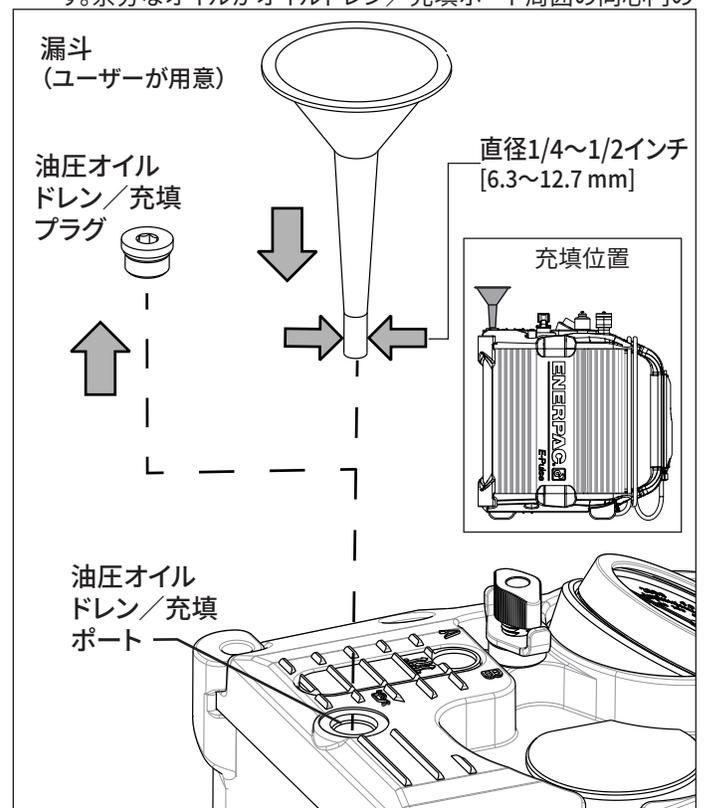

図9: オイルの追加
6. 前部カバーを上に向け、後部カバーを作業面で支持した状態で、ポンプを安定し、水平な作業台の上に置きます。図9を参照してください。
- オイルの追加時には必ず、漏斗を使用してください。漏れを防ぎ、充填中にポンプの内部通気機構が適切に機能できるようにするために、漏斗のネック部の外径が1/2インチ [12 mm] を超えないよう、また、1/4インチ [6.3 mm] 未満にならないようにします。図9を参照してください。